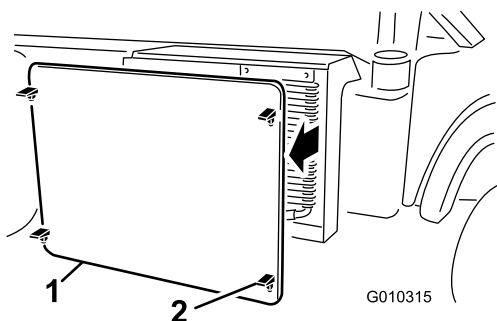

Figura 52
5. Deblocați i scoateți ecranul radiatorului din partea din față a radiatorului (Figura 52).